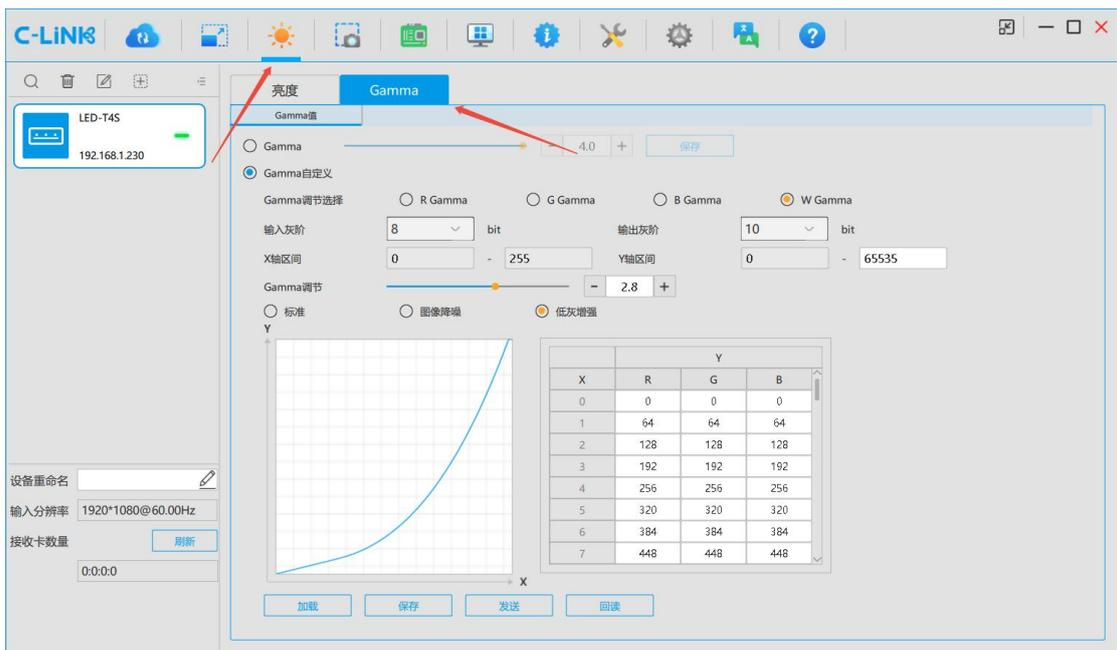

图 9-3 自定义 gamma
- 步骤 1 在“亮度”页面中，选择“gamma”页签中 gamma 自定义, 例图 9-3。